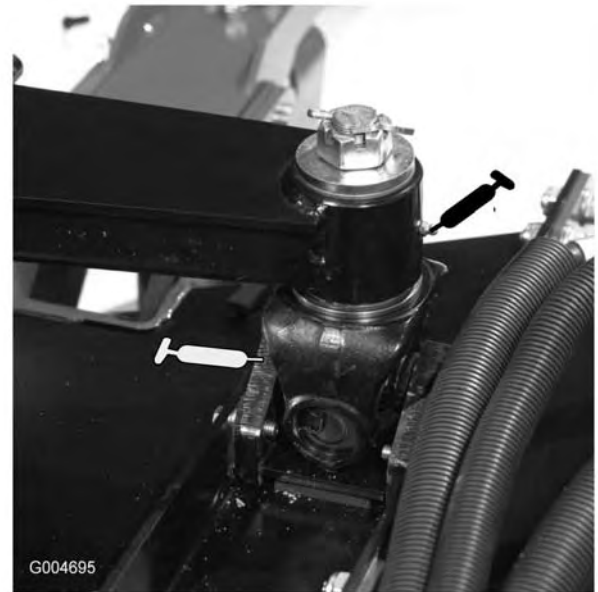

Bild 43
- Haupthubarmbüchsen (6) (Bild 42 und Bild 43)